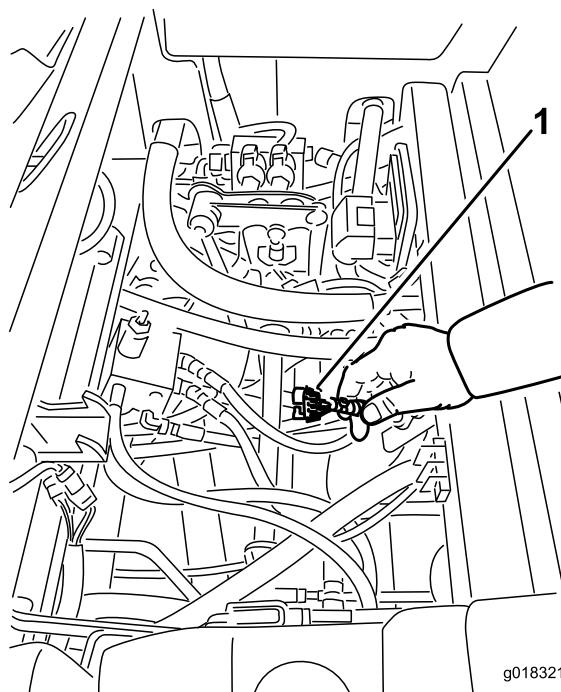

Figure 18
3. Localisez le faisceau de câblage et les connecteurs près du module de commande (Figure 18).